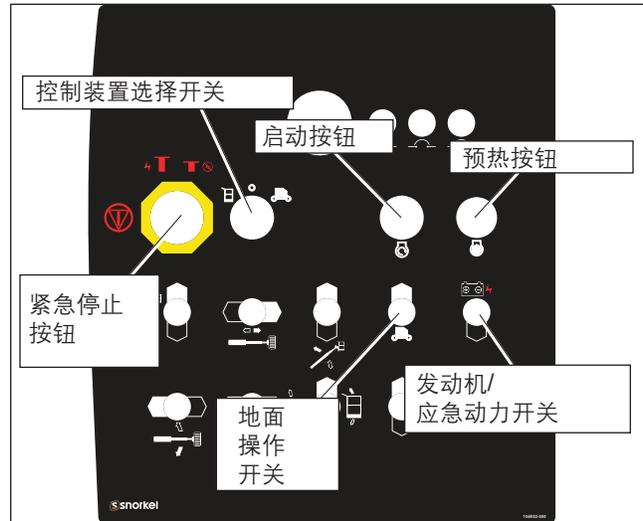

图 8.1 – 下部控制装置
3. 拉出紧急停止按钮(请参见图 8.1)。将钥匙插入控制装置选择开关，然后将其转至下部控制装置位置。